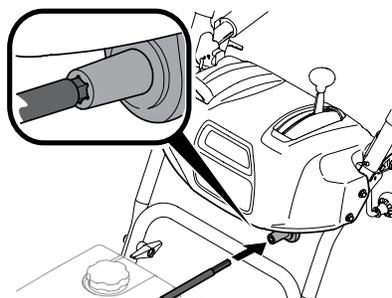

Figure 2-30
- Pour les modèles avec une commande supérieure de la goulotte, insérez l'extrémité hexagonale de l'arbre flexible dans le raccord de la tige de commande sous le tableau de commande. Voir Figure 2-30.